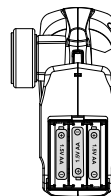

Figure 5
2. Installer 3 piles 1.5V AA (non fournies) dans le bon sens (Figure 5)